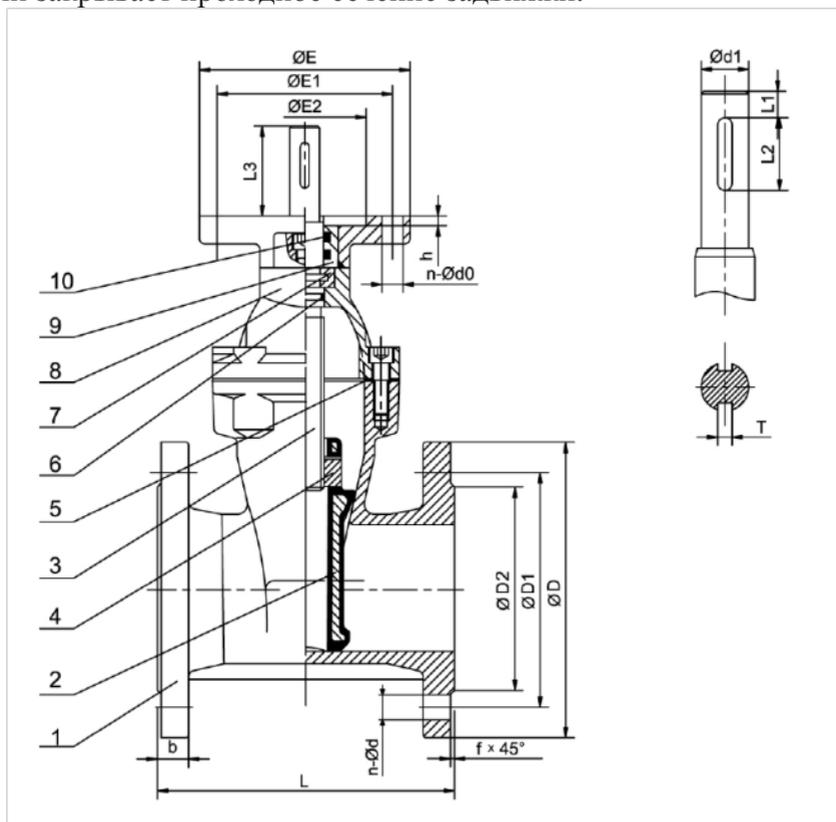

Рис.1
1.3.1. Задвижка состоит из следующих основных деталей и элементов (рис.1):